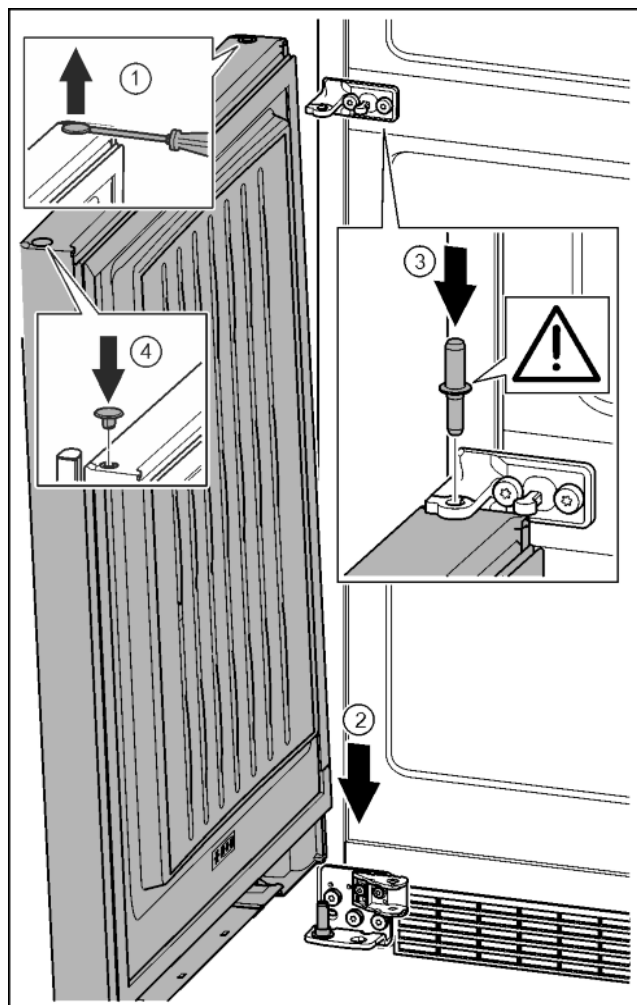

Fig. 34
- ▶ Осторожно приподнять шлицевой отверткой заглушку и извлечь ее. Fig. 34 (1)
- ▶ Установить дверь сверху на нижний опорный палец. Fig. 34 (2)
- ▶ Вставить средний опорный палец через средний опорный кронштейн в нижнюю дверь. При этом следить за тем, чтобы выступ фиксатора был направлен назад. Fig. 34 (3)
- ▶ Заглушку снова вставить с другой стороны. Fig. 34 (4)